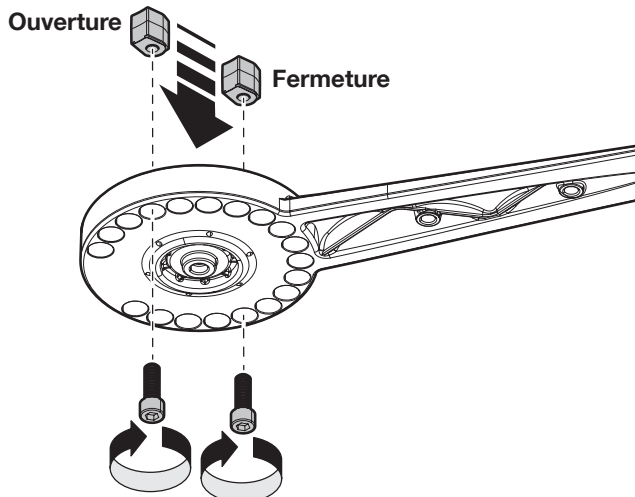

Fig. 15
04. Fixez les fins de course sur le bras du moteur **fig. 15** ; ils doivent être installés en présence de butées mécaniques à terre.